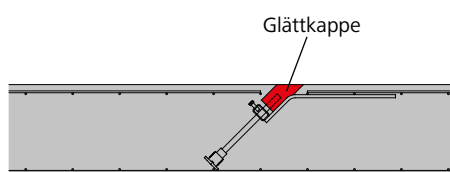

Abb. 30.1
Schritt 1: Nach der Betonage wird die Glättkappe entfernt (Abb. 30.1).